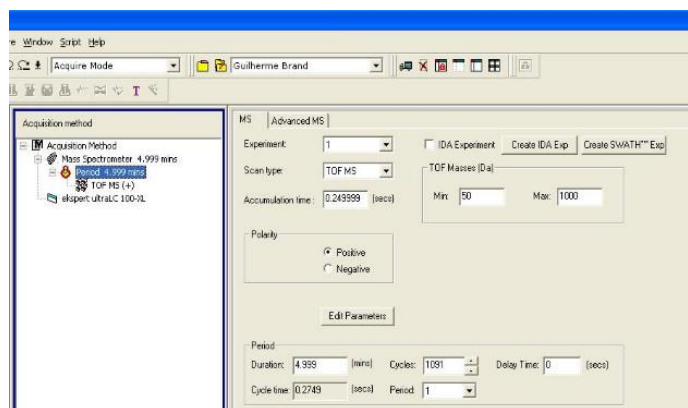

Figura 2. Tela para criação de método de MS
- 1.2. Na barra de navegação, abaixo de *Acquire*, dê um duplo clique em *Build Acquisition Method*. O modelo de edição de método irá abrir (Figura 2).